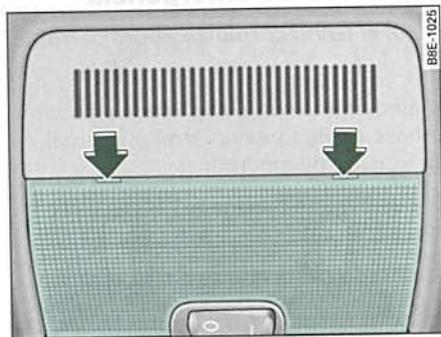

Fig. 60 Detalle del revestimiento del techo: Punto de aplicación del destornillador
- Coloque con cuidado la parte plana del destornillador (herramientas de a bordo) en la parte trasera del cristal de la lámpara ⇒ fig. 60.